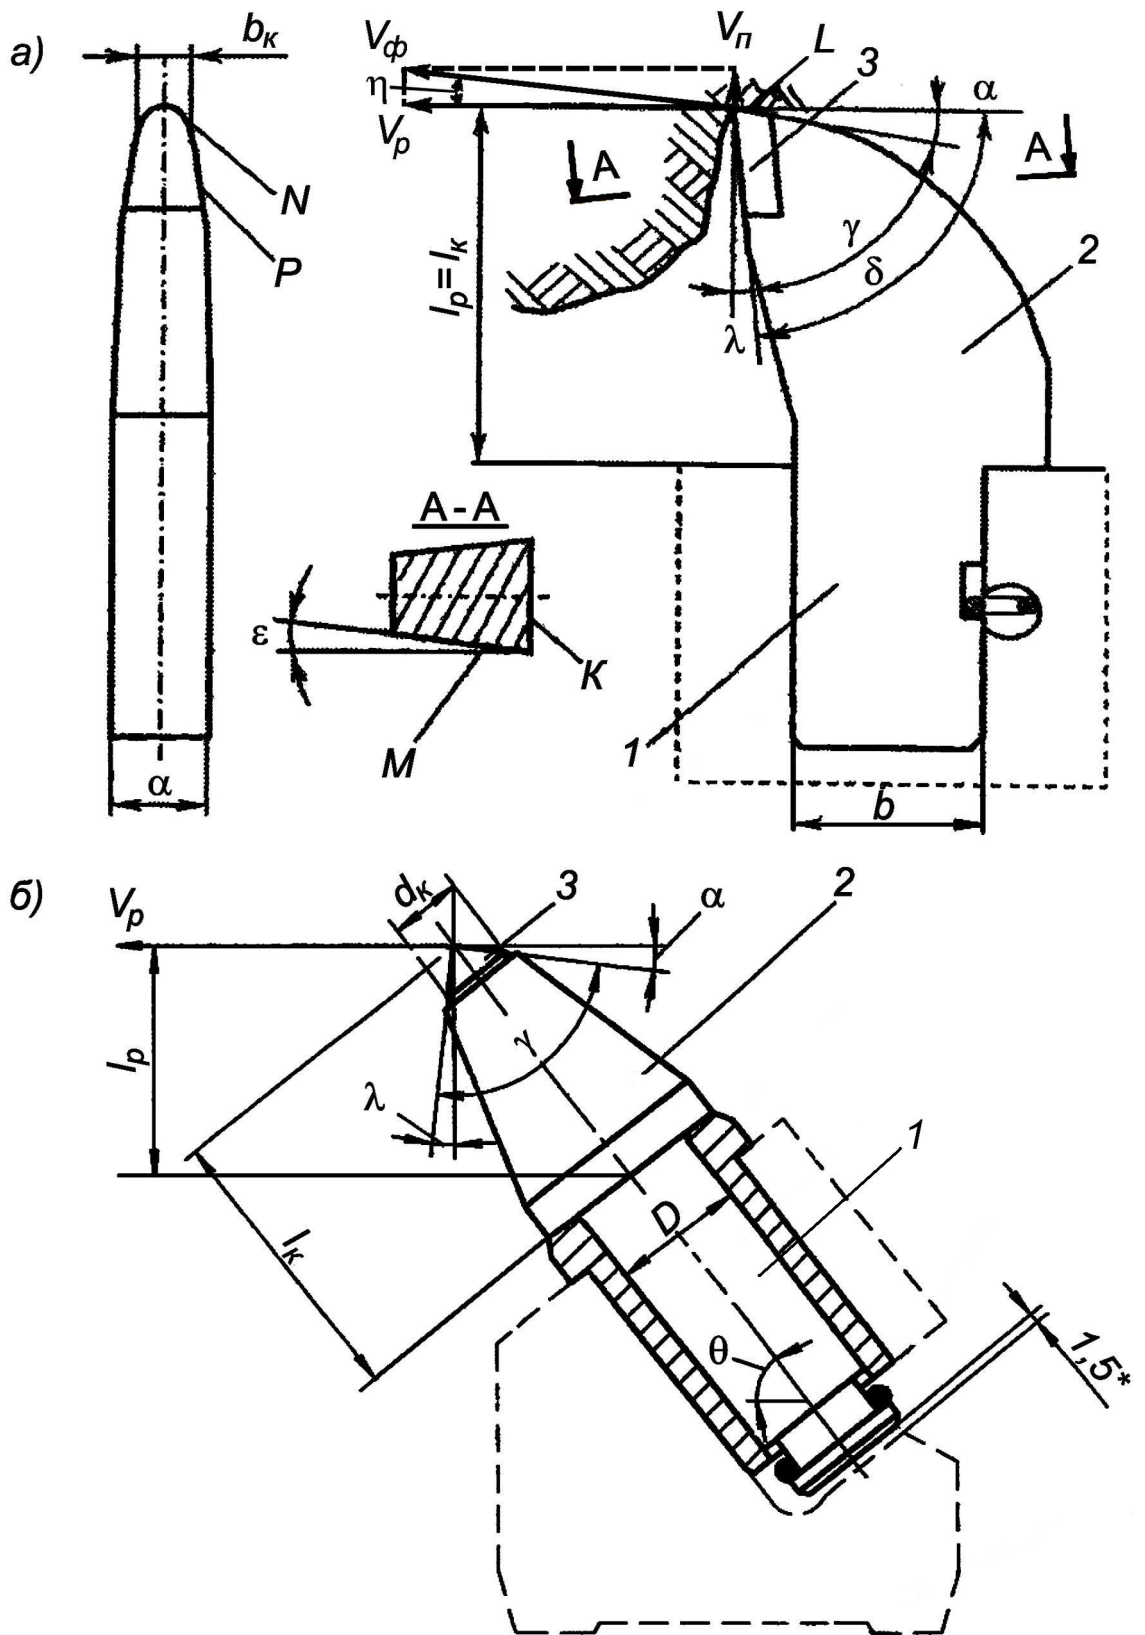

Рисунок 1.1 – Геометричні параметри різців
Методичні рекомендації (див. рис. 1.1 й 1.2). Варто звернути увагу:
- 10) Пояснити конструкцію способів кріплення резцового інструмента, зображених на рис. 1.1.
Зміст звіту. Розкрити позначення позицій на рис. 1.1 й 1.2 і привести чисельні значення відповідних геометричних параметрів для різців ЗР4.80М та РКС-1І.